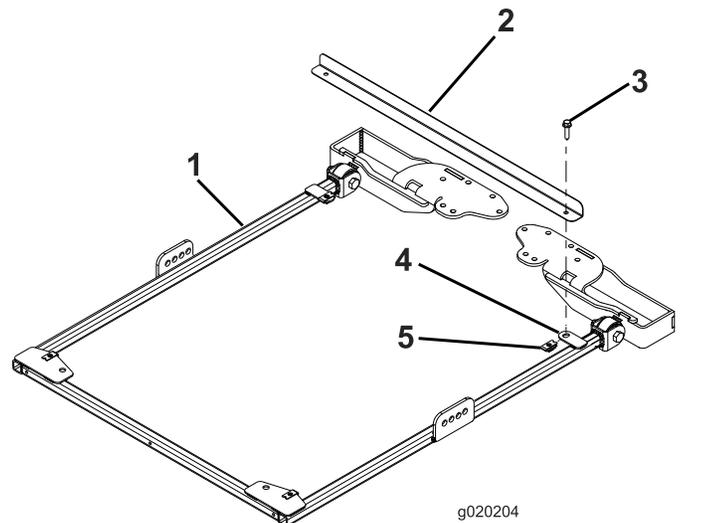

Bild 24
1. Zum richtigen Ausfluchten des Rahmens befestigen Sie die Rahmenausfluchtungsstange mit zwei Bundkopfschrauben (5/16" x 1 1/4") an den Befestigungsnasen hinten am Sonnendachrahmen, wie in Bild 24 abgebildet.